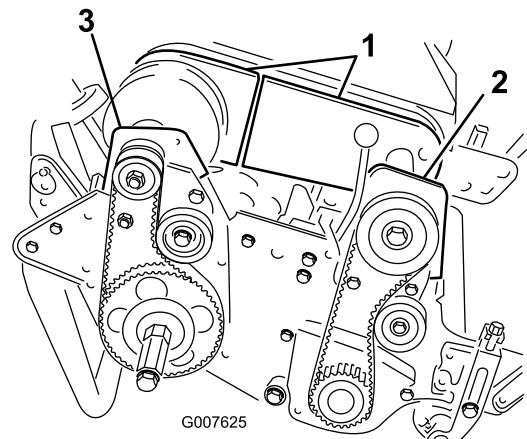

图42
4. 拧下将差速器罩的前后部分固定到差速器壳体的螺栓将差速器罩滑开露出皮带 图42。
6. 卸下将前离合器壳体固定到侧板上的 2 个螺栓和锁紧螺母 图42。
8. 卸下将右后轴承座固定到侧板上的 2 个螺栓和锁紧螺母 图42。